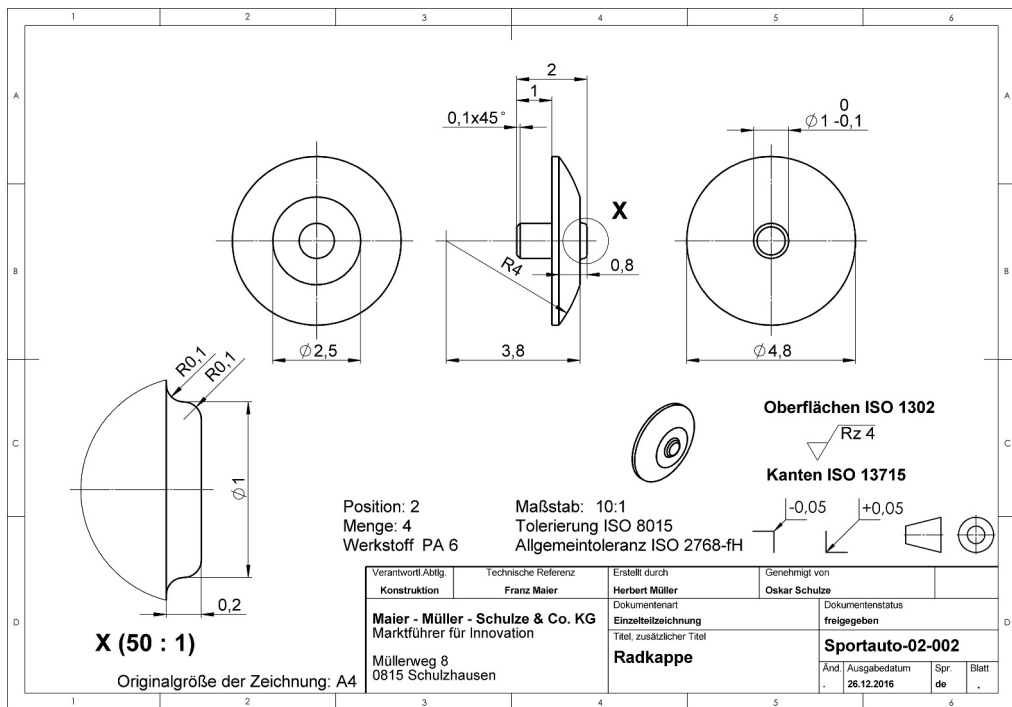

Abbildung 1.5: Einzelteilzeichnung »Radkappe« (Modell »Flitzer«)
- ✓ Mit der **Einzelteilzeichnung** legt der Zeichner alle relevanten Informationen zur Herstellung eines Einzelteils fest. Damit das Teil später fehlerfrei hergestellt werden kann, muss er dabei auf eine unmissverständliche Darstellung sowie auf die Vollständigkeit aller relevanten Angaben (beispielsweise Oberflächen- und Toleranzangaben) achten. In Abbildung 1.5 sehen Sie eine Zeichnung, die alle relevanten Angaben zur Herstellung der Radkappe unseres »Flitzers« enthält.